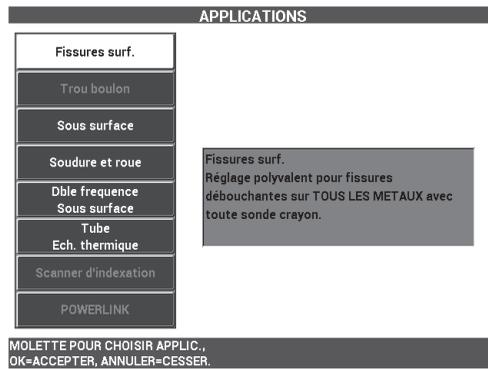

Figure 5-91 Application pour les fissures de surface
2. Appuyez une fois sur la touche ADV SETUP (  ), et puis sélectionnez le menu **CHOIX APPLIC** (touche A) pour l'ouvrir. Sélectionnez l'application **Fissures surf.** avec la molette de réglage, et puis appuyez sur  pour confirmer votre choix (voir la Figure 5-91 à la page 206).